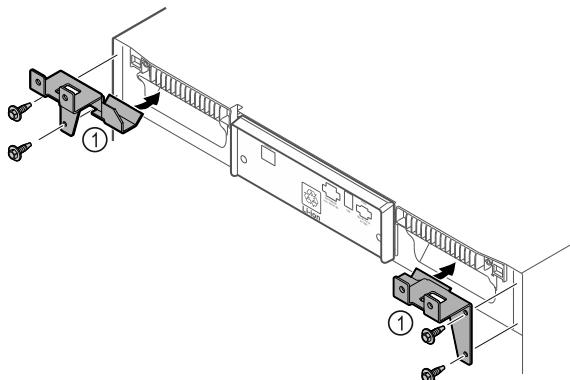

Fig. 11
- Монтирайте крепежните части Fig. 11 (1) на уреда със самонарезните винтове.